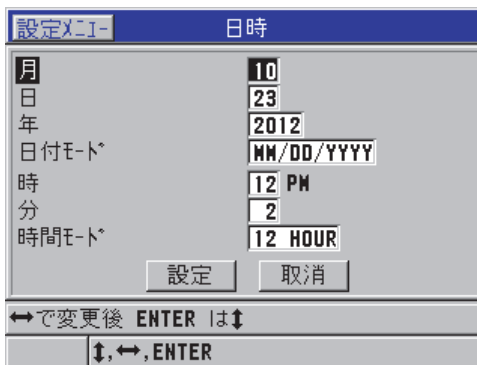

図 4-3 クロック画面
3. 日時画面（55 ページの図 4-3 を参照）で、現在の日付と時間を設定します。